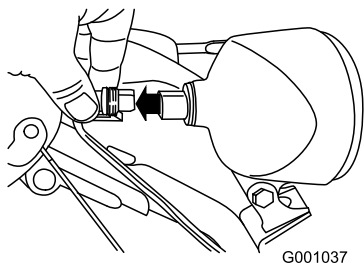

Figure 45
- Débranchez le connecteur à l'arrière du phare (Figure 45).